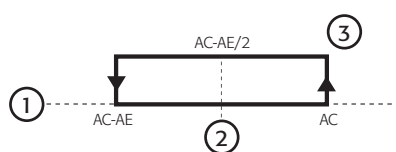

Fig. 4.1
- Gibt die Überschreitung der Grenze zwischen Ac und AE an (aus der Berechnung: $Ac-AE/2$, siehe Fig. 4.1);
- Gibt die Überschreitung des Temperatursollwertes Ac an (siehe Fig. 4.1);